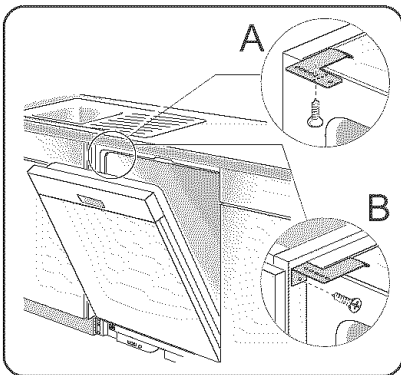

Figure 11/Ilus. 11
- 1) **Top Mount** is used for countertops made of wood or other materials that can easily be drilled. Orient the mounting brackets as shown in Figure 11, letter A, and position the two small tabs on the mounting brackets over the two slots on the dishwasher's front corners. Push the mounting brackets down firmly to insert the tabs into the slots.
- 2) **Side Mount** is used for countertops made of marble, granite, or other very hard materials that cannot be easily drilled. Bend the mounting brackets along the small holes and in the same direction as the two small tabs. Orient the mounting brackets as shown in Figure 11, letter B, and position the two small tabs on the mounting brackets over the two slots on the dishwasher's front corners. Push the mounting brackets down firmly to insert the tabs into the slots.
- 1) **Sur le dessus** est utilisé pour les comptoirs fabriqués en bois ou autres matériaux pouvant être facilement percés. Orienter la fixation comme à la figure 11, lettre A, et positionner les 2 petites languettes sur la fixation sur les deux fentes des coins avant du lave-vaisselle. Pousser fermement sur les fixation pour insérer les languettes dans les fentes.
- 2) **Sur le côté** est utilisé pour les comptoirs en marbre, granite ou autre matériaux très durs ne pouvant être percés. Plier la fixation le long des petits points et dans la même direction que les deux petites languettes. Orienter les fixations comme à la figure 11, lettre B, et 2 petites languettes sur la fixation sur les deux fentes des coins avant du lave-vaisselle. Pousser fermement sur les fixation pour insérer les languettes dans les fentes.
- 1) **El Montaje Superior** se utiliza cuando el contador tiene una superficie de madera u otro material fácil de perforar. Acomode los soportes de montaje tal como indica la letra A en la Ilustración 11 y sitúe la dos lengüetas pequeñas de modo que cubran las dos ranuras en los rincones delanteros de la lavadora. Oprima firmemente hacia abajo los soportes de montaje hasta introducir las lengüetas en sus ranuras.
- 2) **El Montaje Lateral** se utiliza para las superficies de contador hechas de mármol, granito u otro material muy duro que no se perfora fácilmente. Doble los soportes de montaje en línea con los hoyos pequeños y en la misma dirección como las dos lengüetas pequeñas. Acomode los soportes de montaje tal como indica la letra B en la Ilustración 11 y sitúe las dos lengüetas pequeñas encima de los soportes de montaje sobre las dos ranuras en los rincones delanteros de la lavadora. Oprima firmemente hacia abajo los soportes de montaje para poder introducir las lengüetas en las ranuras.